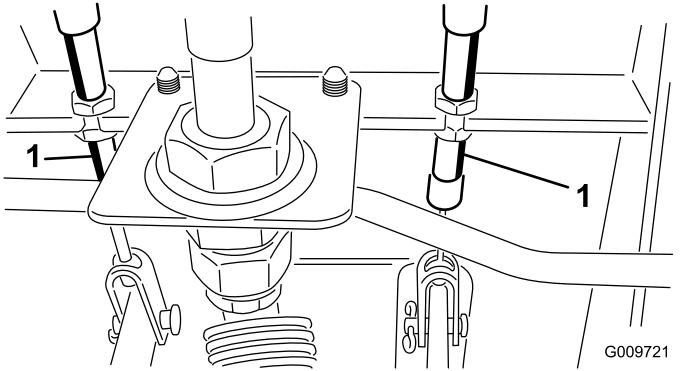

Figura 47
- A. Afloje la tuerca delantera del extremo roscado del cable de freno (Figura 47).